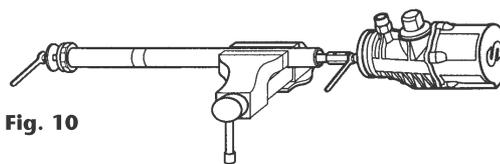

Fig. 10
4. Mit einem Schraubschlüssel die Mutter (41) am unteren Teil des Luftkolbens lösen und die Beilagscheibe (40) entfernen (Bild 10).